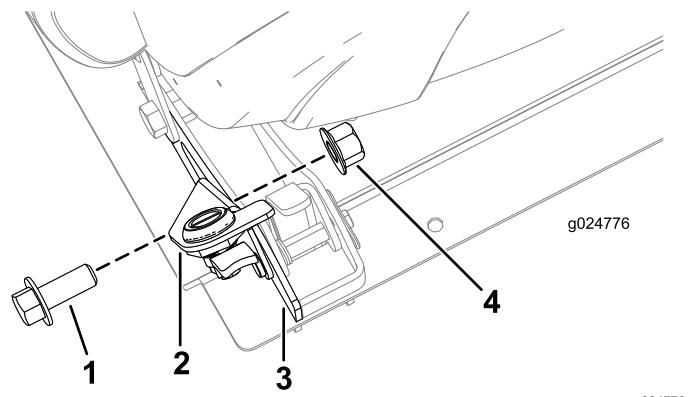

図 25
9. ロックブラケットを外側座席ガセットに固定する六角ヘッドねじ $12 \times 20\text{ mm}$ とロックナット 12 mm を使用して図 25に示すように固定する。